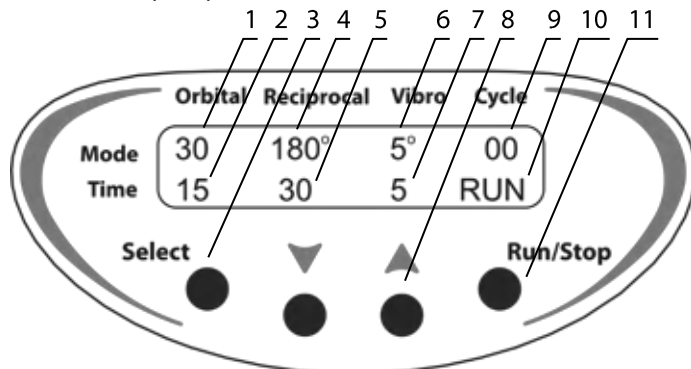

Рис. 3. Панель управления модели **Multi Bio 3D**
- 5.2.4. Нажмите кнопку **Run/Stop** (рис. 3/11) для начала заданной программы.
- 5.2.5. С началом движения платформы на дисплее будет показана индикация: состояние RUN (движение, рис. 3/10), отсчет числа циклов (рис. 3/9) и отсчет времени текущего цикла (рис. 3/2, 3/5 и 3/7).
- 6.2. Нажатием кнопки **Select** (рис. 3/3) выберите параметр, который необходимо изменить. Каждое нажатие кнопки **Select** последовательно активирует параметры режимов в цикле. Активный параметр обозначается мигающей индикацией.
- 6.3. Используйте кнопки ▼ и ▲ (рис. 3/8) для установки соответствующих значений. Если кнопка нажата более 2 с, значения меняются быстрее.
- 6.5. Установите скорость (рис. 3/1), угол поворота (рис. 3/4 и рис. 3/6) и время для каждого вида движения (рис. 3/2, рис. 3/5 и рис. 3/7), а также число повторений цикла (рис. 3/9).